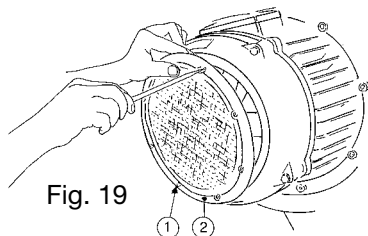
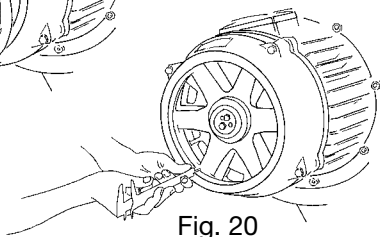
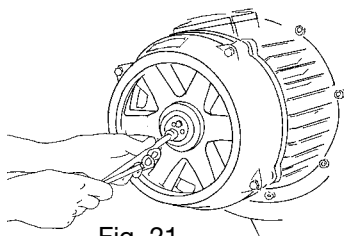
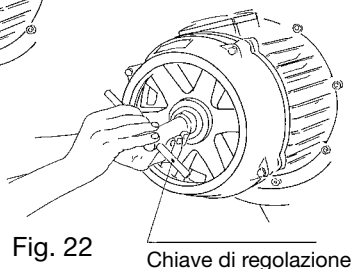

Fig. 19
Fig. 20
Fig. 21
Fig. 22
Svitare le viti pos. 1 e togliere la griglia pos. 2, (Fig. 19); effettuare la misurazione in un punto qualsiasi fra la ventola freno (Fig. 20) e un piano della campana a freno bloccato. Effettuata detta misura spostare assialmente verso l'interno motore la ventola con l'ausilio di una leva ed effettuare un'altra misurazione registrando la differenza (Fig. 20). Qualora la differenza fosse superiore ai valori nominali (0,8/1,2 mm) procedere nel seguente modo:
- svitare le viti (Fig. 21) indi ruotare la ghiera di regolazione in senso orario recuperando lo spostamento assiale superiore al valore nominale, tenendo presente che un giro completo di ghiera equivale a 2 mm (Fig. 22). Effettuata l'operazione di recupero ripetere la misurazione a freno aperto (Fig. 20) verificando che lo spostamento assiale risulti nel valore nominale, ripristinare le viti e la griglia nelle loro posizioni (Fig. 19).